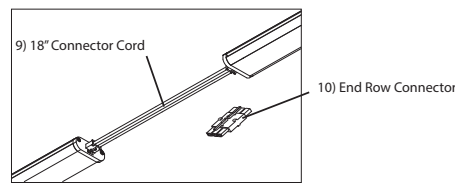

Fig. 5
8. Pour l'installation de plusieurs unités : Installer la ou les prochaines unités en série à l'aide du cordon de liaison. Voir la fig. 5 (connecteurs offerts en option). Les cordons de liaison peuvent être connectés un à l'autre pour créer un cordon plus long Connecteur (RAZ LVCC).
8. If installing multiple units- Install next unit(s) in series using supplied linking cord. See Fig. 5 (optional connectors available). Linking cords can be connected to each other to create a longer cord with optional cord Connector (RAZ LVCC).
8. Si instala unidades múltiples - Instale las unidades siguientes en serie usando la cuerda de enlace suministrada. Vea fig. 5 (conectores opcionales disponibles). Cordones de enlace pueden ser conectados uno al otro para crear un cordón más largo con el cordón opcional Conector (RAZ LVCC).